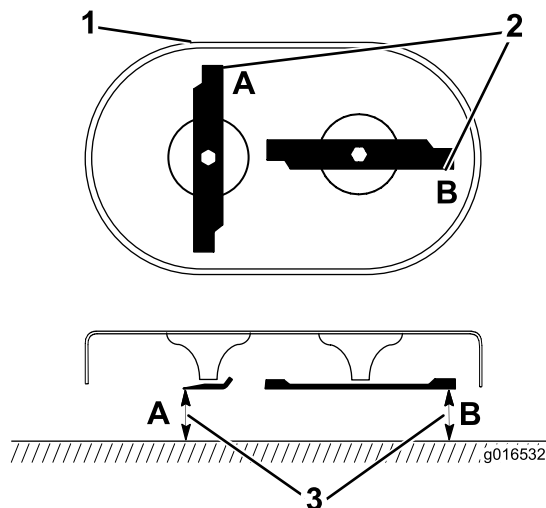

Figura 39
- Rode as lâminas para a posição que se mostra na Figura 39.
- Meça a partir de uma superfície nivelada até às extremidades de corte nos locais **A** e **B**, (Figura 39) e anote ambas as dimensões.
- Rode as lâminas de forma a que as extremidades opostas se encontrem nos locais **A** e **B** (Figura 39).